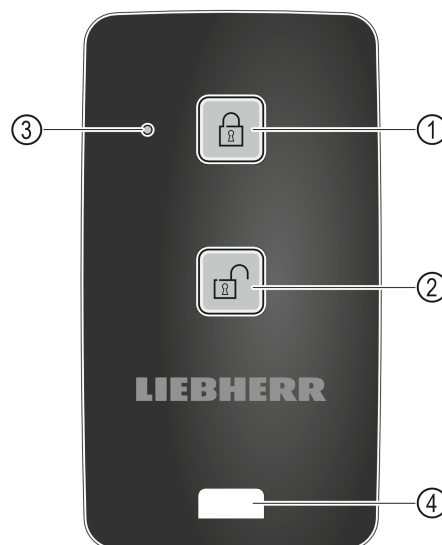

Fig. 165
- (1) Zablokování zámku
- (2) Odblokování zámku
- (3) Stavová LED
- (4) Upevňovací očko
- ▶ Na dálkovém ovládní stiskněte tlačítko Fig. 165 (1).
- ▶ Na dálkovém ovládní stiskněte tlačítko Fig. 165 (2).
- ▶ Stavová LED Fig. 165 (3) vydá při stisknutí tlačítka optickou zpětnou vazbu.
- ▶ Očko Fig. 165 (4) k upevnění dálkového ovládní, např. na svazek klíčů.